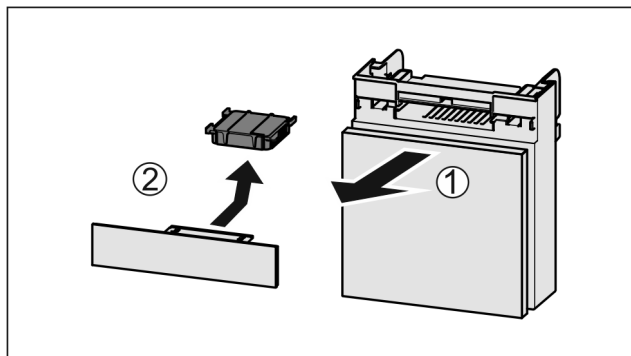

Fig. 82
- ▶ Вытянуть Fig. 82 (1) отделение движением вперед.
- ▶ Извлечение Fig. 82 (2) фильтра с активированным углем.